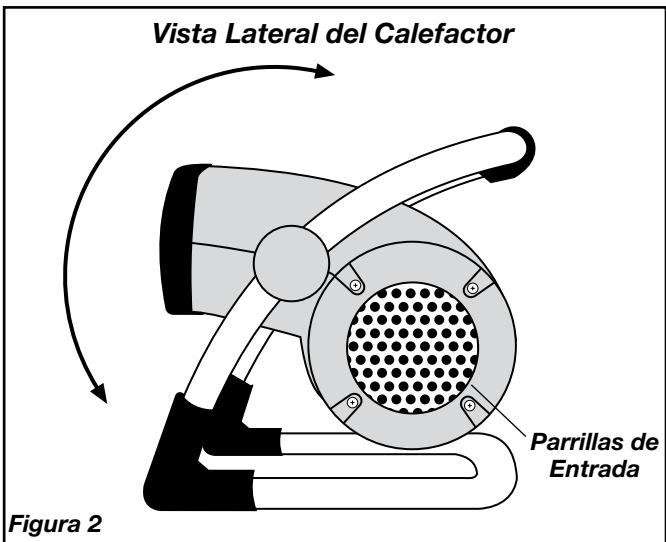

Figura 2
- Mueva la **Perilla de Encendido** hasta la posición de calor deseada. El Calor Alto (1500 vatios) está representado por el (2) y el Calor Bajo (900 vatios) por el (1).
- Para ajustar el ángulo del flujo de aire del Calefactor, haga girar el cuerpo del Calefactor hacia delante o hacia atrás hasta la posición deseada. (Figura 2)
- Para desconectar el Calefactor, gire la **Perilla de Encendido** hacia la posición de “APAGADO” (0), luego retire el enchufe del tomacorriente.